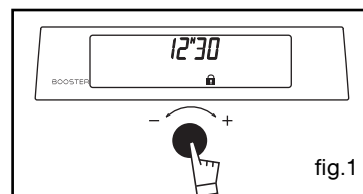

fig.1
->le cadenas disparaît (fig.1).